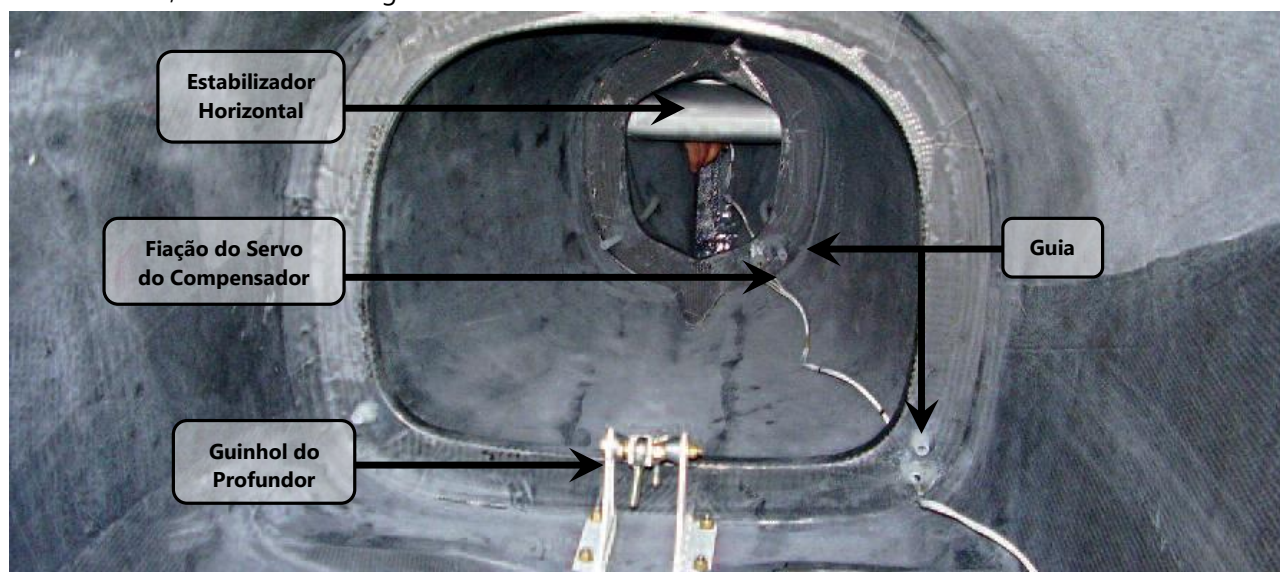

Figura 55.20.18 – Interior do cone de cauda do Quasar.
11. Passar a fiação do servo de comando do compensador pelas guias inferiores das cavernas do cone de cauda, como mostra a figura 55.20.18.